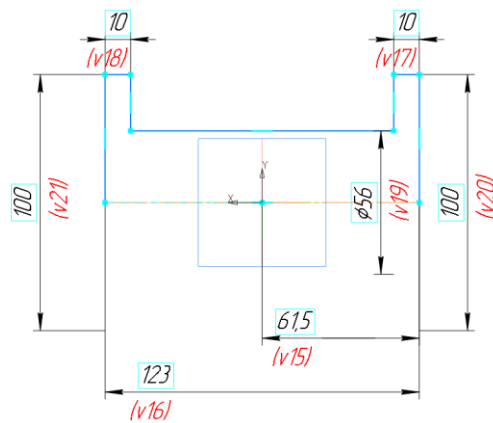

Рис. 2 Эскиз наружной поверхности детали
- Инструменты эскиза – Геометрия – Отрезок.** Параметры команды Отрезок: геометрические ограничения – Выравнивание отрезков по горизонтали и вертикали; размерные зависимости (рис. 2).